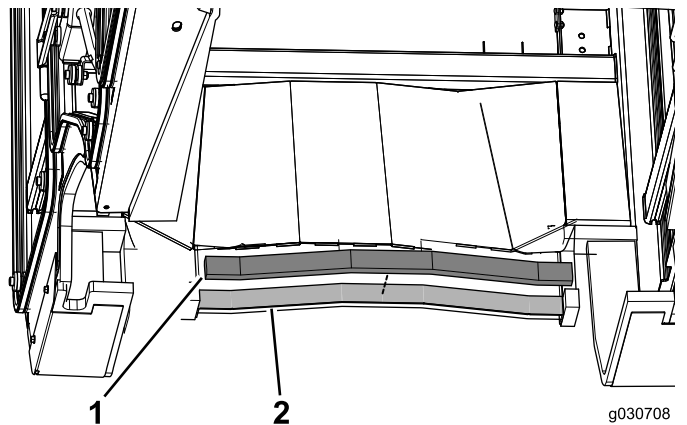

Figure 17
3. Appliquez le joint en mousse arrière à l'arrière de la cabine (Figure 17).